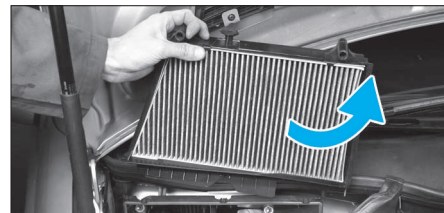

FIG. 3
- Déposer le filtre à air d'habitacle (Fig.3).